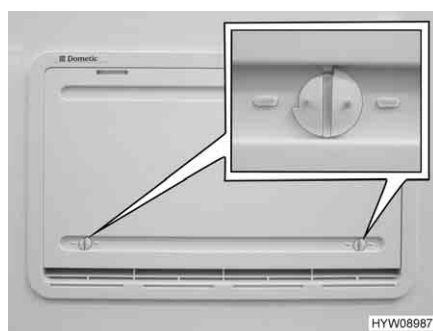

Bild 175 Vinterskydd
När kylskåpet ska vara i drift vid låga utetemperaturer, rekommenderar tillverkaren användning av ett vinterskydd (Bild 175) för kylskåpets ventilationsgaller.
- Öppna båda lås (Bild 175) (noten står horisontellt).